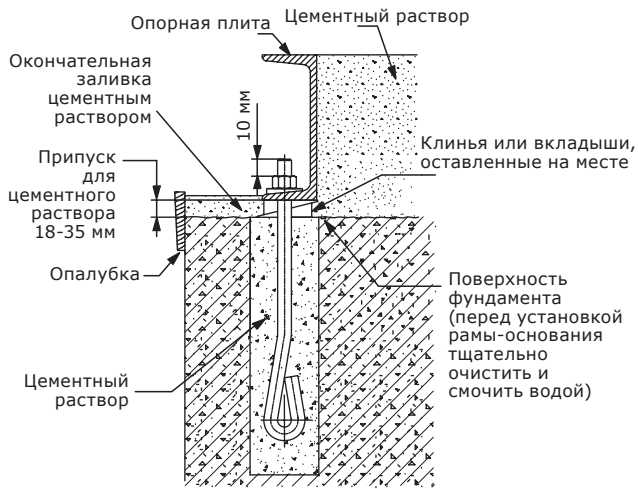

Рис. 22 Установка анкерного болта
Насосы VLS должны окончательно устанавливаться на прочную, бетонную фундаментную плиту соответствующего размера для гашения вибраций и предотвращения деформации или нарушения соосности (СП 26.13330 Фундаменты машин с динамическими нагрузками). Опора может быть установлена на пружинах (плавающая опора) или представлять собой поднятую часть пола машинного зала. Заливка фундамента должна осуществляться непрерывно на высоте 18–35 мм ниже окончательной высотной отметки насоса. На верхней поверхности необходимо выполнить желобки или пазы перед схватыванием бетона для обеспечения соответствующего сцепления с цементным раствором. Анкерные болты должны устанавливаться в трубные соединительные муфты для позиционного допуска, как показано на рис. 22. Предусмотреть болты достаточной длины для цементного раствора, фланец нижней опорной плиты, гайки и шайбы. Выдержать фундамент в течение нескольких дней перед тем, как приступить к установке насоса.
- После центрирования насоса закрепить гайки на фундаментных болтах и затянуть их для удерживания опорной плиты от перемещения. Выполнить опалубку вокруг бетонной подушки и залить цементный раствор в раму-основание насоса и вокруг него, как показано на рис. 22. Заливка цементным раствором компенсирует неровности фундамента, равномерно распределяет вес насосного агрегата и предотвращает смещение. Использовать разрешенный к применению безусадочный раствор. Перед присоединением трубопровода к фланцам насоса необходимо выдержать рекомендованное время для отверждения цементного раствора.